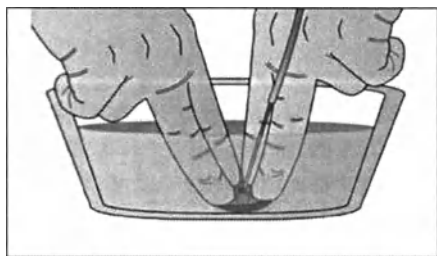

Рис. 09
- Стандартным образом через вену расположите рекомендуемый имплантационный интродьюсер Nit Occlud (IS) в дефекте.
- Надавив на устройство (D), поместите его в гепаринизированный физиологический раствор (1 ME/1 мл) для удаления пузырьков воздуха из мембран (рис. 09).